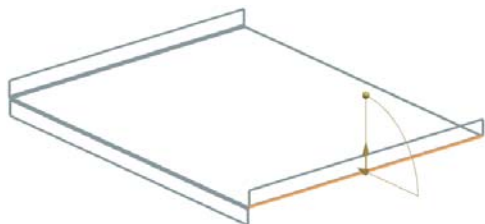

图 11-231 选择弯边
(7) 选择弯边，同时在视图区预览显示所创建的弯边，如图 11-231 所示。设置“宽度选项”为“完整”，“长度”为 15，“角度”为 90，“参考长度”为“外部”，“内嵌”为“材料外侧”，在“折弯止裂口”和“拐角止裂口”下拉列表框中选择“无”。